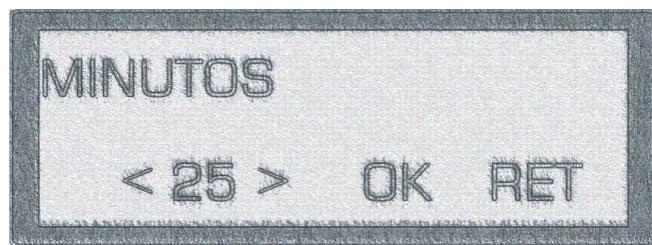

Figura 59
- 7) Proceda ao ajuste dos minutos pressionando simultaneamente as teclas **T1 + T2** e confirme essa opção pressionando a tecla **T4**, conforme **figura 59**.